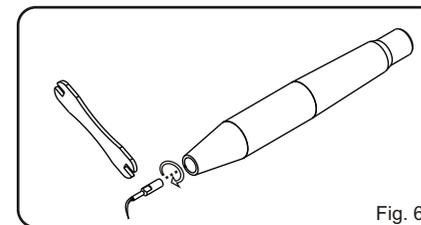

Fig. 6
- 5 - Rosqueie o inserto escolhido na peça de mão com o auxílio da chave de fixação e dê um pequeno aperto, conforme fig. 6.